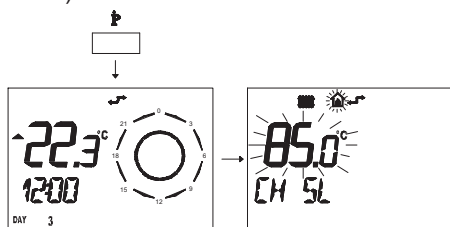

Figura 5.55
- Premere per più di 3 secondi il pulsante per entrare in modalità INFO (Figura 5.55).